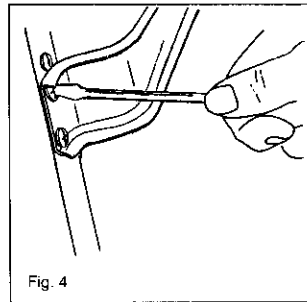
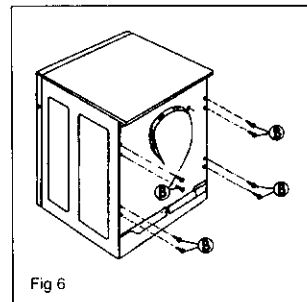

Fig. 4
Fig. 6
5. Dévissez les 8 vis de fixation des traverses. Elles doivent être fixées de nouveau, quand les traverses auront été retirées. Fig. 4. Voir également la figure 6.
7. Revissez les 8 vis B à leur emplacement d'origine. Fig. 6.